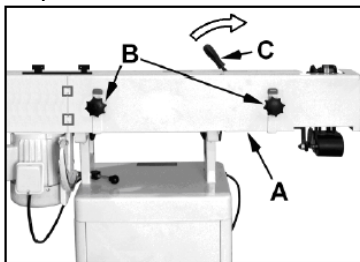

Рис. 10
Ослабьте винты (B) (Рис. 10) и снимите кожух шлифовальной ленты (A). Ослабьте натяжение ленты с помощью рукоятки (C). Аккуратно снимите шлифовальную ленту. Установите новую шлифовальную ленту, при этом обращайте внимание на указанное направление движения. Отрегулируйте положение шлифовальной ленты. Снова установите защитные кожухи.